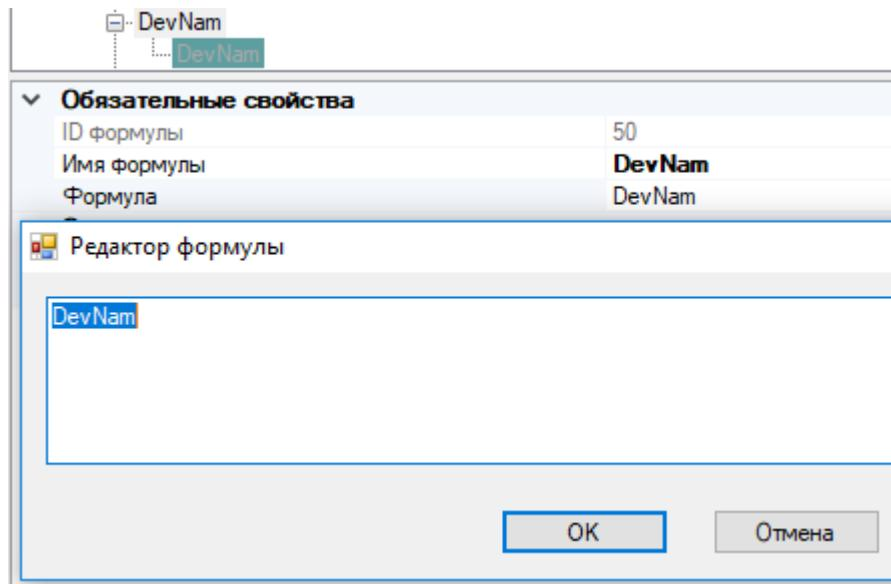

Рисунок 97. Редактор формул
5. Следующим шагом добавляем формулы в «Конструкторе отчетов». Для этой цели добавляем формулу и присваиваем ей переменную (рисунок 97).